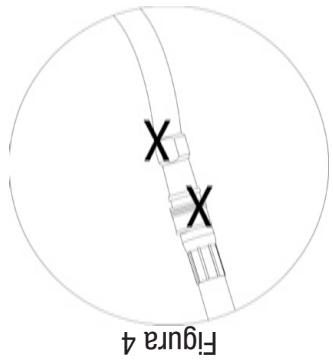
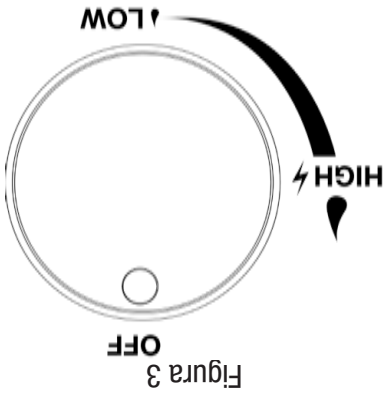

Figura 4
Figura 3
3. Todas las perillas tienen que estar en la posición "OFF" (apagado). Vea la Figura 3.
4. Abra (ON) la válvula principal de suministro de gas natural.
3. La perilla de control tiene que estar en la posición "OFF" (apagado), vea la Figura 3.
2. Asegúrese de que las perillas de control están en la posición "OFF" (apagado). Vea la Figura 3.
3. Abra el gas (ON) desde la válvula principal de suministro de gas natural.
4. Aplique con una cuchara la solución de verificación de escapes en todas las ubicaciones marcadas con "X" (vea la Figura 4).